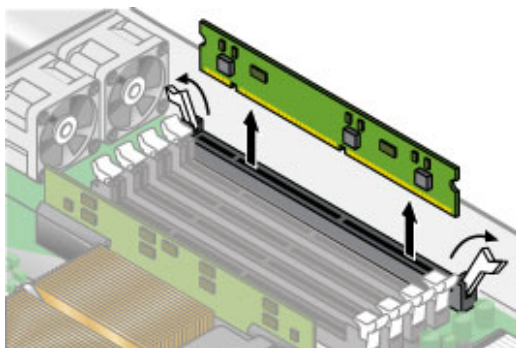

図 3-23 メモリー VRM の取り外し
3. ソケットの両端の取り外しレバーを押し下げて、メモリー VRM を取り外します (図 3-23 を参照)。